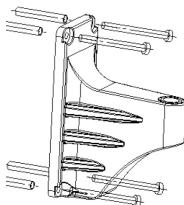

Fig.1
- Schroef de beugel met de vier zelftappende schroeven goed vast (Afb. 1)